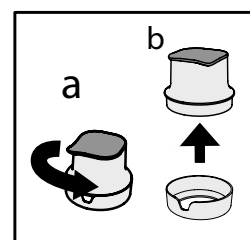
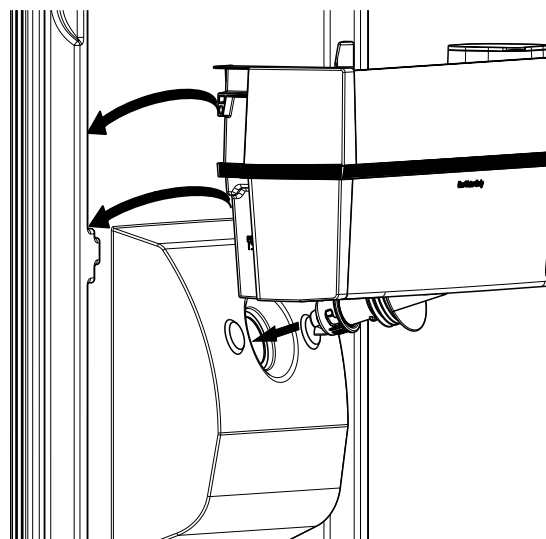

Fig. 5
Fig. 15
- Enlevez l'entonnoir du boîtier du filtre en tournant dans le sens antihoraire (Fig 5. a - b).
Installez ensuite le porte-bouteilles suspendus sur le réservoir d'eau et assemblez-les sur la porte comme illustré à la fig. 15. Une fois assemblé, installez le filtre avec la cartouche de charbon (comme illustré aux fig. 5, 6, 7, 8).